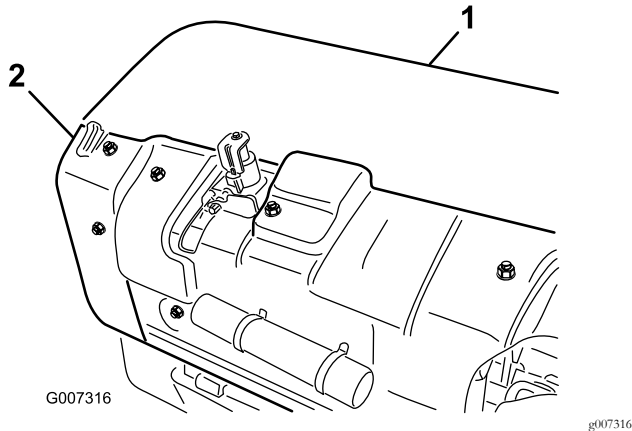

Figura 36
1. Togliete la copertura della testa di carotaggio posteriore (Figura 36).
2. Togliete i bulloni di montaggio del carter della puleggia e rimuovete il carter (Figura 36).